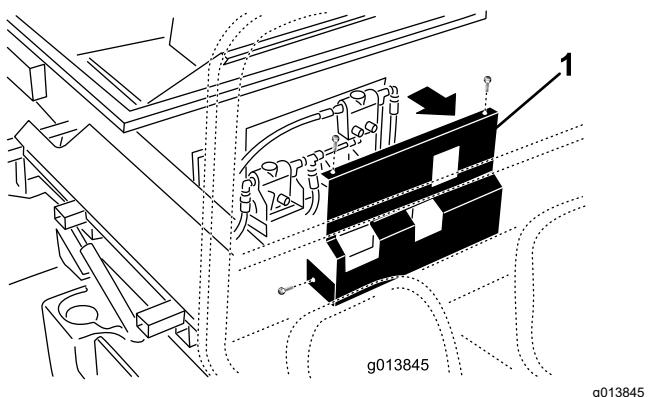

Bild 13
10. An der SH-Version (Modell 44701): Entfernen Sie die Befestigungen, mit denen die Abdeckung vorne an der Maschine befestigt ist, und legen Sie die Abdeckung zur Seite (Bild 13).